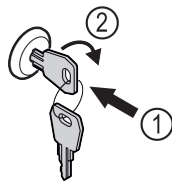

Fig. 144 Príklad zobrazenia
- ▶ Zatlačte kľúč Fig. 144 (1).
- ▶ Otočte kľúč o 90° v smere hodinových ručičiek Fig. 144 (2).